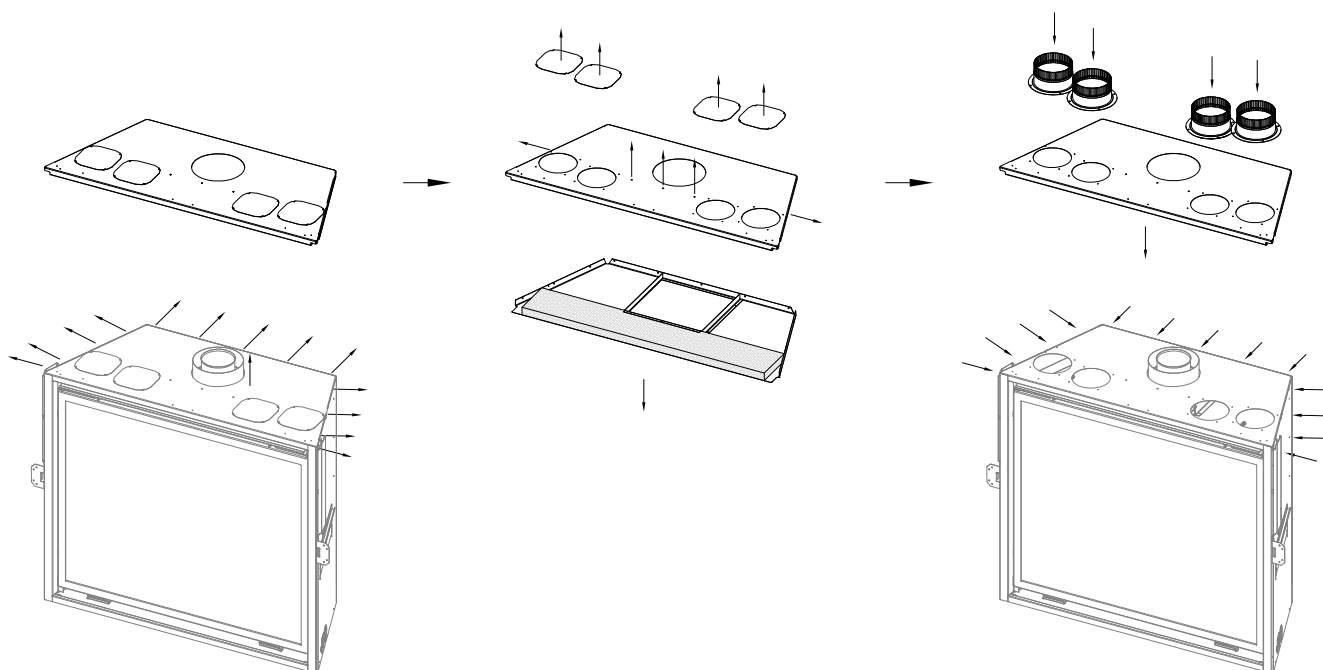
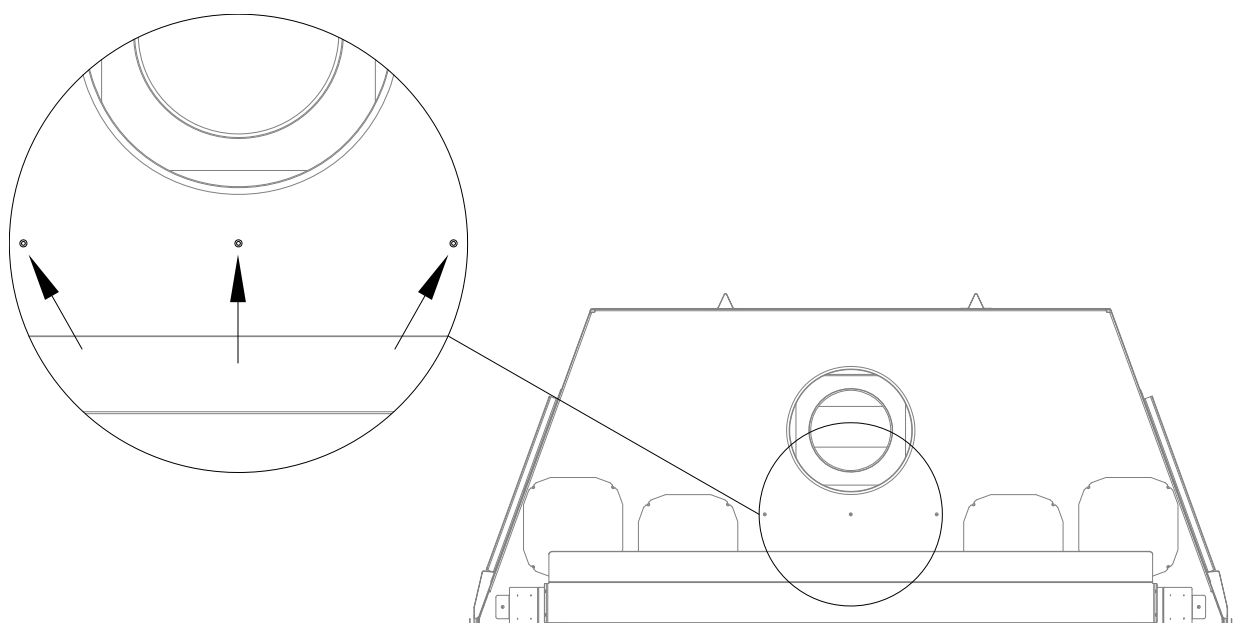

Figure 4.1 - Retrait de la plaque du dessus et de l'isolant
Figure 4.2 - Vis près de la buse d'évacuation
- Les plaques de convection de l'appareil et l'isolant doivent être retirés pour l'installation du kit Komfort Zone, tel que montré aux Figures 4.1 et 4.2.
1. Retirez les (13) vis à métal qui retiennent la plaque du dessus du foyer. En tirant bien droit vers le haut, retirez complètement du foyer la plaque du dessus qui entoure la buse d'évacuation. Voir la première image de la Figure 4.1.
2. Retirez les (4) plaques-couvercles qui sont retenues par (4) vis à métal. Voir la deuxième image de la Figure 4.1. Jetez les plaques-couvercles (ou mettez-les de côté pour en disposer).
3. Retirez les (3) vis à métal du dessus du foyer (voir la vue détaillée de la Figure 4.2) et les (2) vis à métal sur le côté de cette même pièce (une vis de chaque côté, tel que montré dans la deuxième image de la Figure 4.1). Vous pouvez maintenant séparer les deux sections de la plaque du dessus du foyer. Retirez et jetez l'isolant et la section inférieure de la plaque du dessus du foyer.
4. Réinstallez la plaque du dessus sur le foyer, avec les (13) vis à métal retirées précédemment.